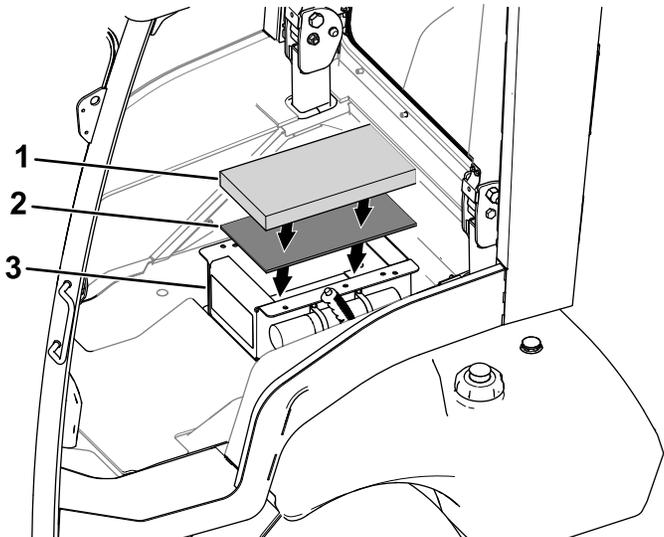

Bild 19
1. Montieren Sie die Dämmung des Sitzunterteils (**dünn**) im Inneren des Sitzunterteils (**Bild 19**).
2. Montieren Sie die Dämmung des Sitzunterteils (**dick**) im Inneren des Sitzunterteils (**Bild 19**).